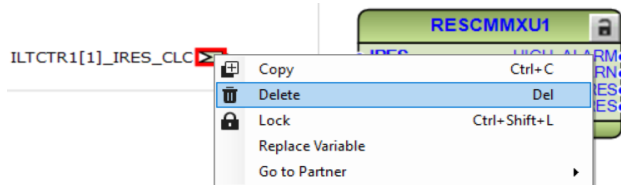

Imagen 376_Eliminación de variable en el puerto de entrada del bloque IRES del bloque RESCMMXU1.
5.2.32 En esta misma aplicación vamos a eliminar la variable que está en entrada “*IRES*” del bloque “*RESCMMXU1*”, como se observa en la **Imagen 376**.